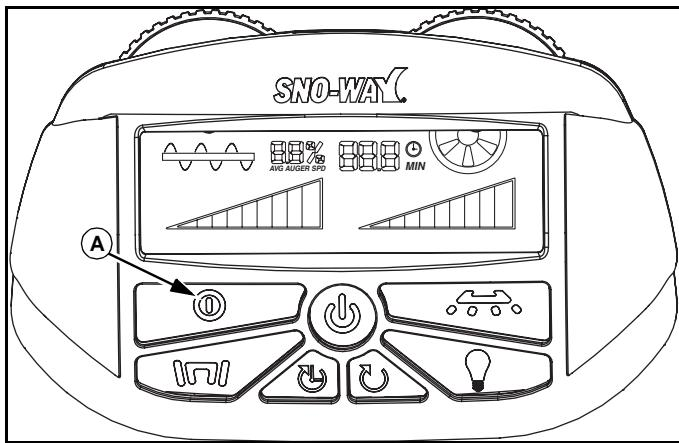

Abb. 1-9
Wenn die Pause-/Run-Taste ① (A) gedrückt wird, fängt das Gerät zu laufen an und alle gewünschten Funktionen sind einsetzbar. Die Schnecke, der Rotor, der Vibrator, das Befeuchtungssystem und die Leuchte können im Run-Modus betrieben werden. (Siehe Abb. 1-9.)